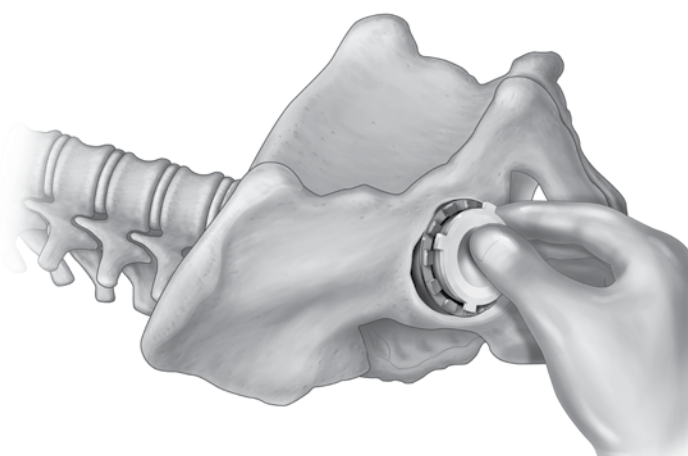

Abb. 10
Schritt 2: Wählen Sie das passende Inlay und platzieren Sie es vorsichtig mit der Hand. Stellen Sie sicher, dass die Zapfen des Inlays in die Lücken zwischen den Kronen der Pfanne einrasten (Abb. 10).